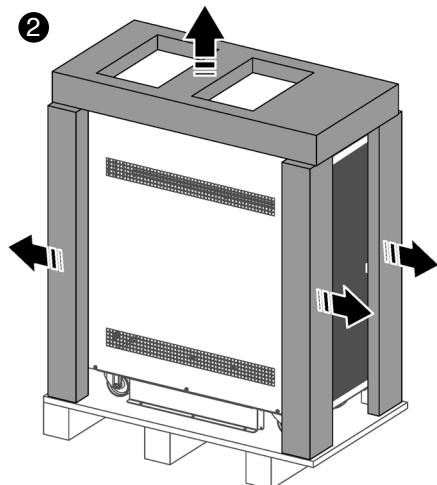

Fig. 23. Extracción de las cantoneras y funda de plástico.
- ② Retirar las cantoneras y la funda de plástico (Fig. 23).